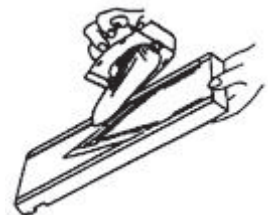

図19. にんじんの切り方
18. Q. **にんじんなど、手に持つには小さく、⑥安全ホルダーには入らない材料は、どの様に切ったら良いですか？**
A. 図19の様に、片側が⑥安全ホルダーの筒の中に入るように斜めにセットしてから、切ります。